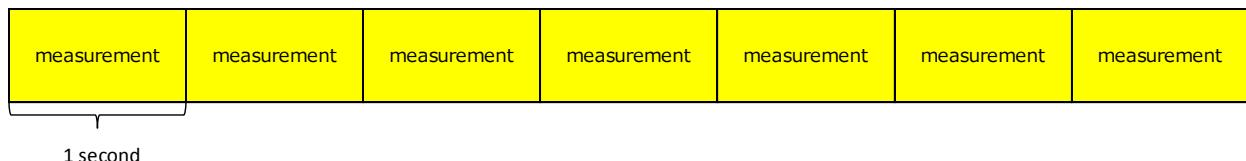

Fig. 10. 連続測定モード (Continuous measurement mode) *default setting
- ・下図の Fig.10 に示すように、デフォルト設定では、電源投入後に約 1 秒に 1 回の測定を連続して実施する「連続測定モード」になります。
- As shown in Fig.10 below, the default setting is "continuous measurement mode" in which measurement is performed once per second continuously after power on.